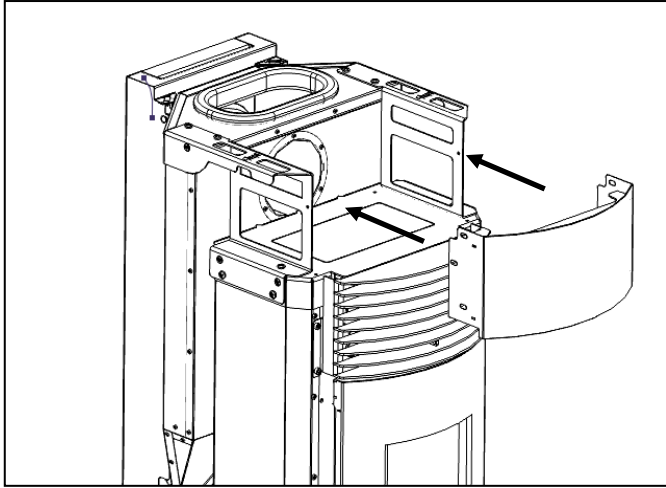

Figura 75 - Fijación frontal
b) Coloque la parte superior delantera como se muestra en la Figura 75, colocando las lengüetas de la parte delantera en la cara interna de la estructura.